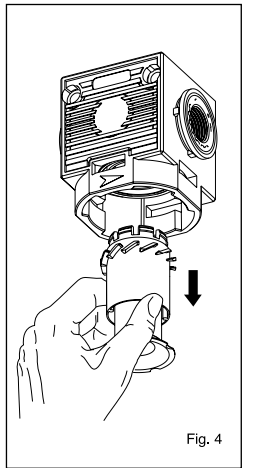

Fig. 4
3) Den Filtereinsatz herausziehen, indem er nach unten gezogen wird (Abb. 4).
3) 向下拉动取出过虑元件 (图4)。
3) Достаньте фильтрующий блок, потянув вниз (рис. 4).